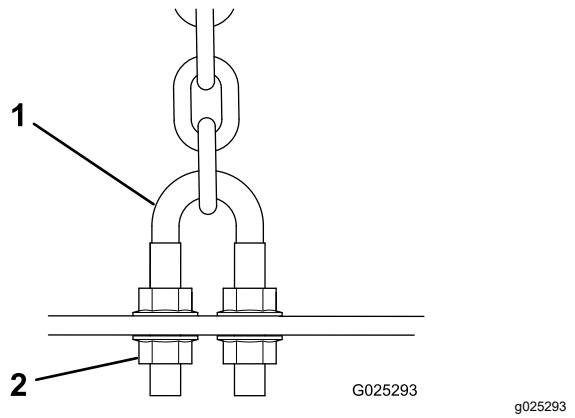
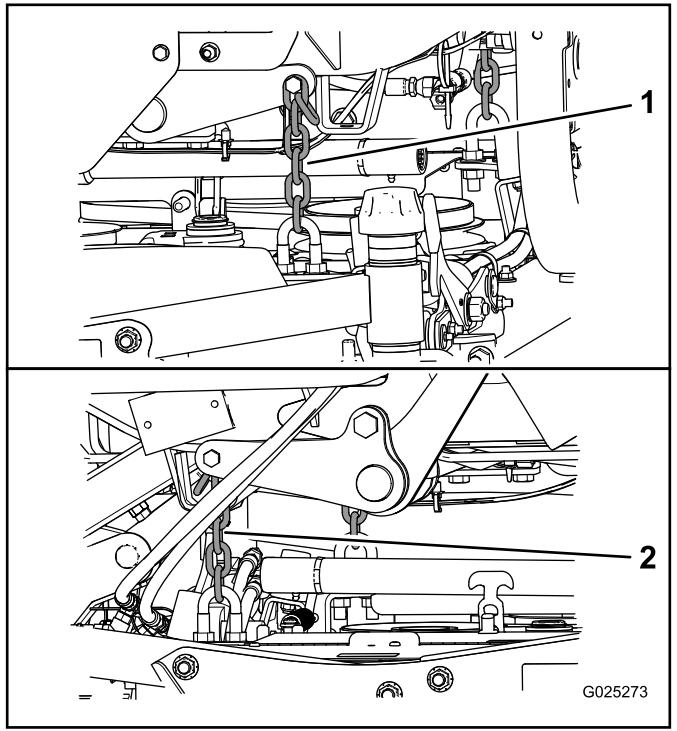

Figura 10
Figura 11
7. Ajuste as porcas de segurança (Figura 10) que prendem as forquilhas/correntes traseiras (Figura 11) à plataforma do cortador para elevar a traseira do cortador de forma a que a inclinação da lâmina fique definida para 8 a 11 mm.
8. Ajuste as porcas de segurança que prendem as correntes da plataforma à plataforma do cortador até que a plataforma do cortador fique nivelada (Figura 11).